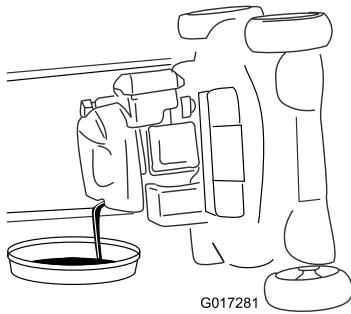

Figura 31
6. Retire la varilla y drene el aceite usado en un recipiente para aceite usado (Figura 31).